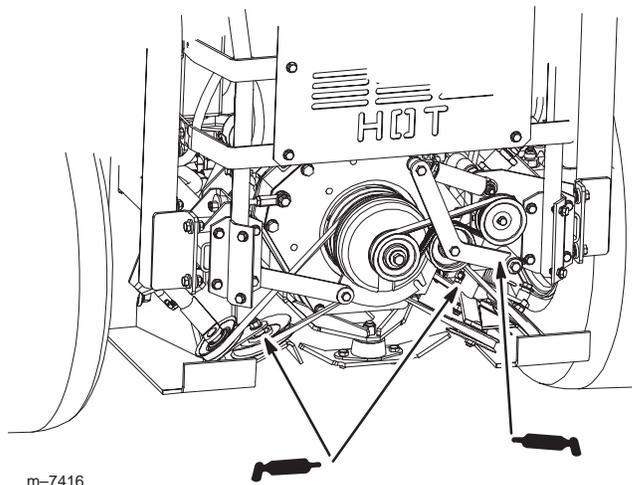

Figure 52
7. Graissez le bras de la poulie de tension de la courroie du ventilateur de refroidissement (Fig. 52).
8. Graissez les bras des poulies de tension des courroies d'entraînement (Fig. 52).